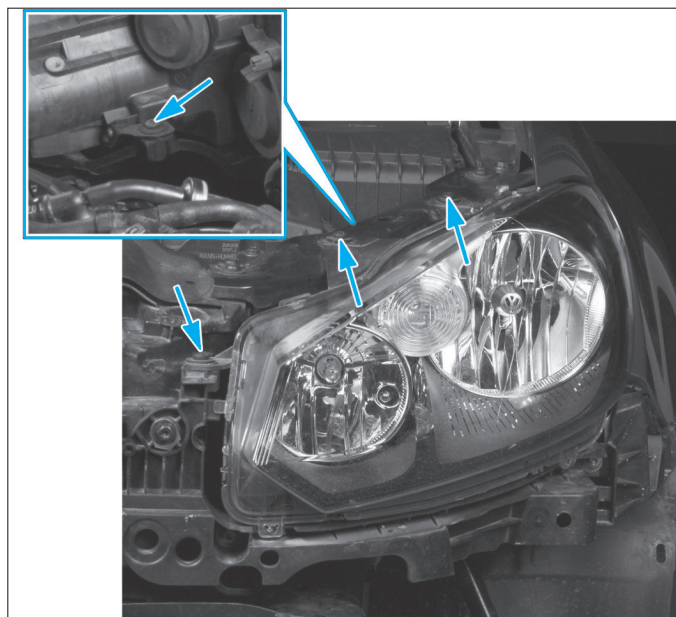

Fig. 55
- la vis de fixation à l'arrière du projecteur (Fig.55).